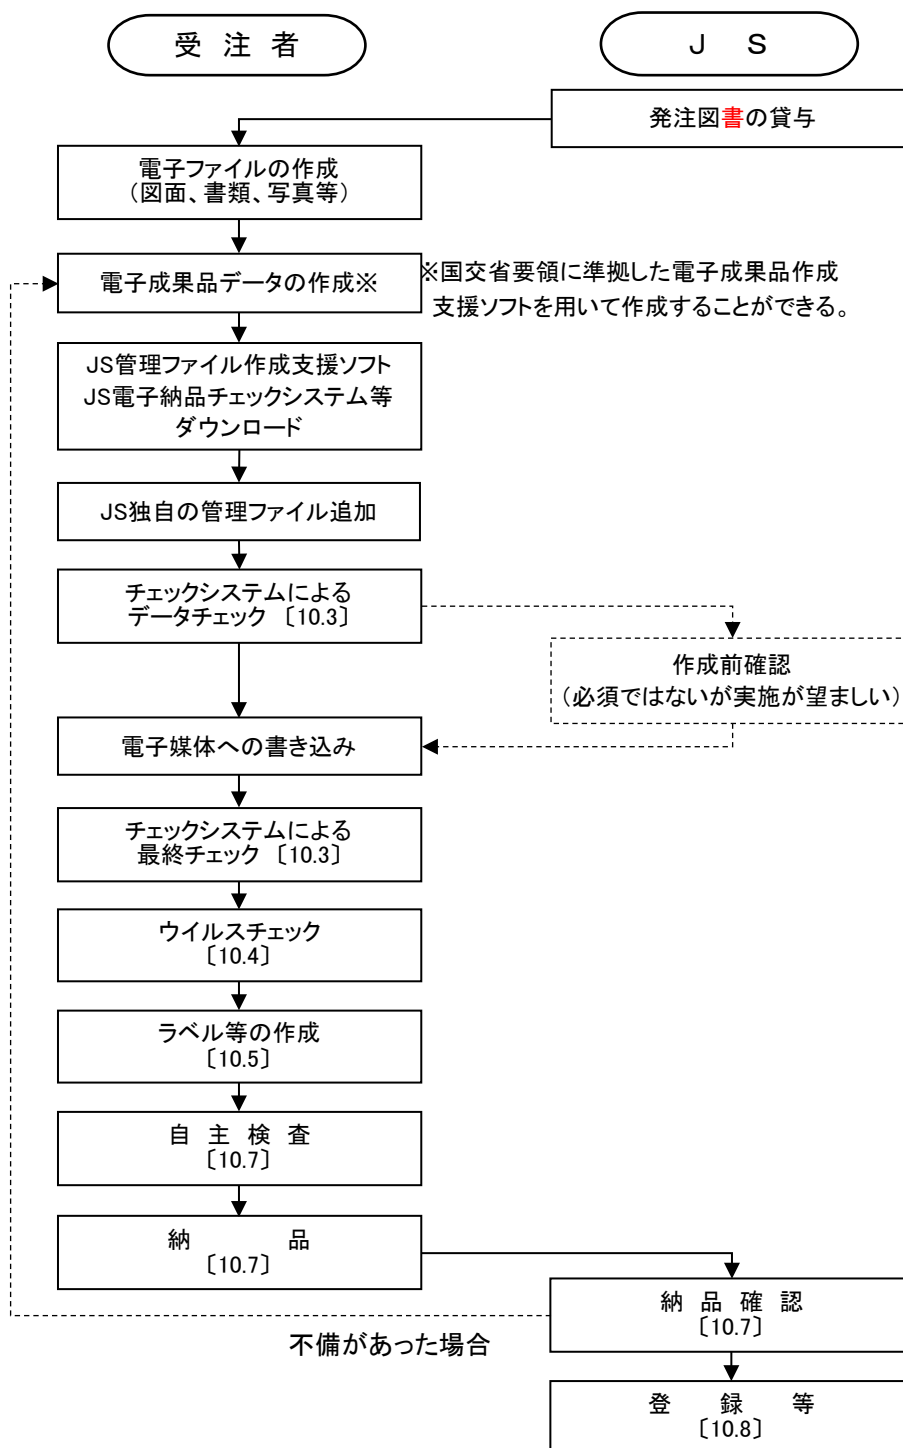

図 10-1 電子成果品の作成の流れ
- 電子成果品の作成の流れは、図 10-1 に示すとおりである。
- 電子成果品の作成は、図 10-1 に示す手順に従い、本章各節の規定に基づいて行う。